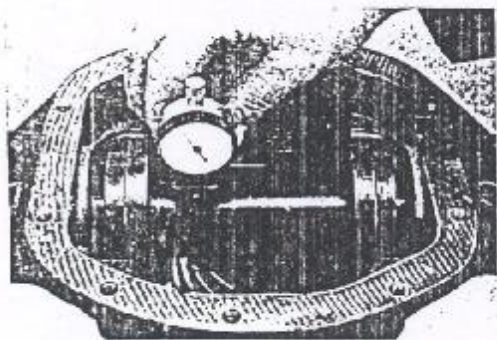

Figura 5.17.9 - Conferência da profundidade do pinhão
d) Deslizar o suporte do micrômetro de dial, de modo que o apalpador se apoie sobre o eixo da ferramenta localizadora da linha de centro da carcaça, e anotar a leitura equivalente ao ponto mais alto do eixo (Figura 5.17.9)